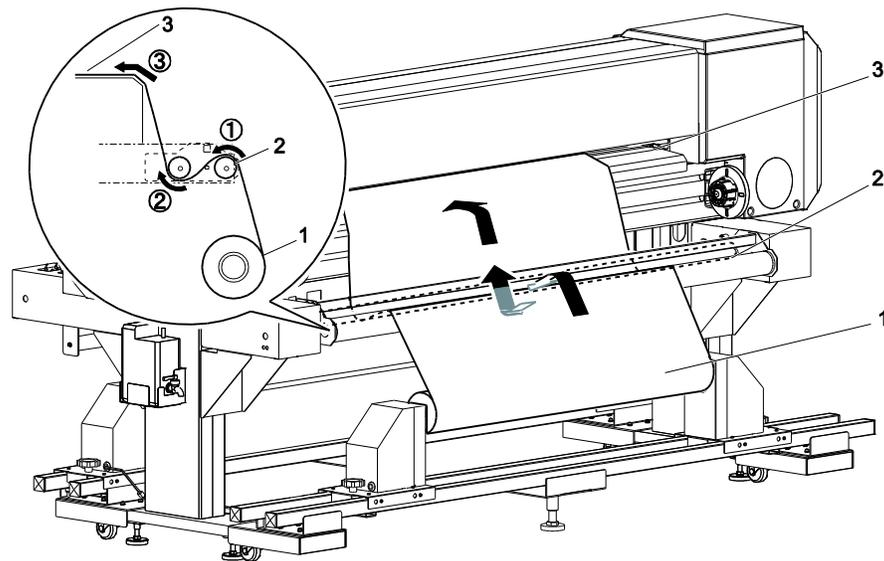
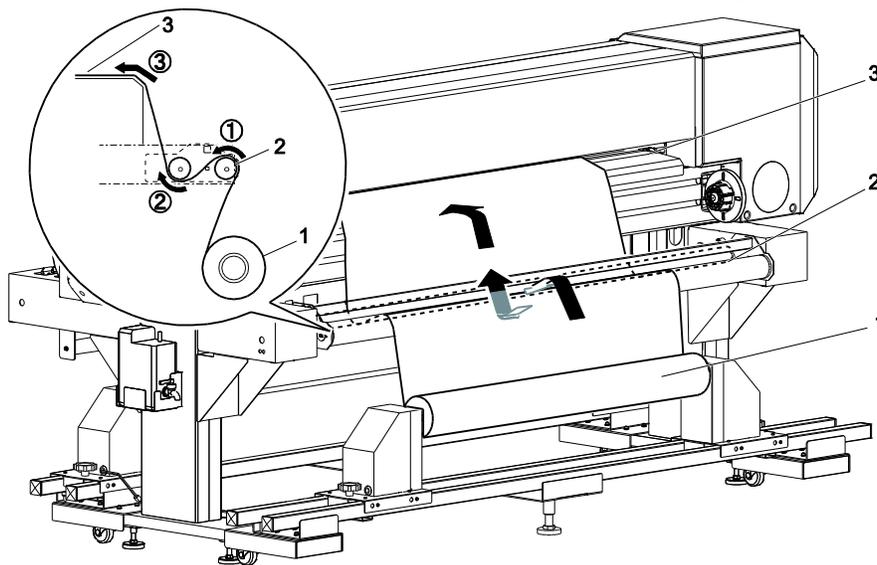

Figura 22. Insira o papel no Rolo de tensão
Figura 23. Instalar o Material de impressão em rolo
13. Insira o material de impressão em rolo no rolo de tensão e, em seguida, no vidro traseiro da impressora. O material pode ser inserido com a superfície de impressão no lado externo (Figura 22) ou com a superfície de impressão no lado interno (Figura 23).